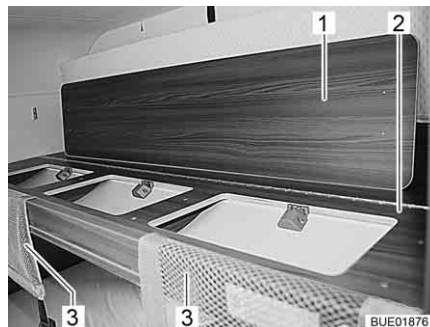

Bild 83 Sicherungsnetze und Einlegeplatte
- Sicherungsnetze (Bild 83,3) von der Liegefläche nehmen.
- Einlegeplatte (Bild 83,1) auf Liegefläche (Bild 83,2) legen.